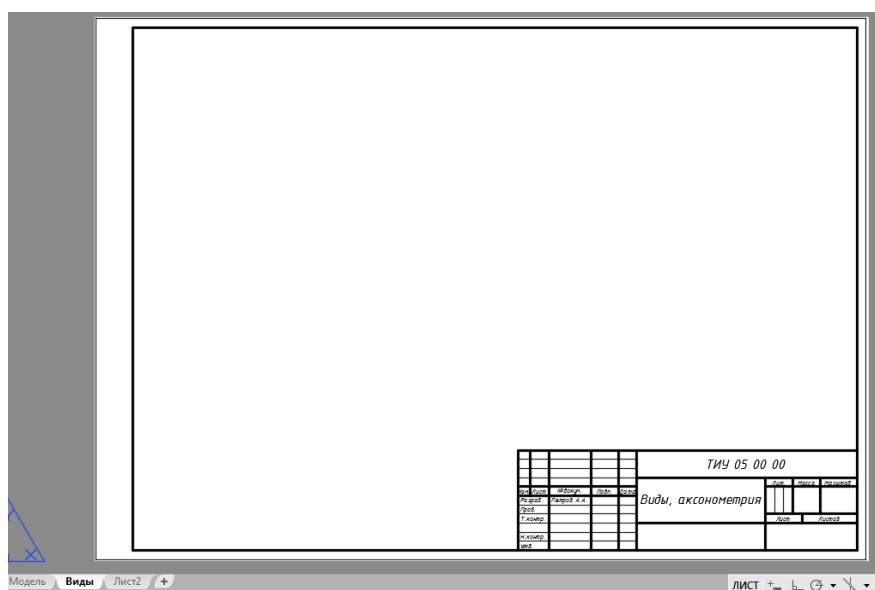

Рис. 6.3
4. Вставить рамку формата А3 для формирования чертежа «Виды, аксонометрия» (меню **Вставка**, команда **БЛОК**) (рис. 6.3).